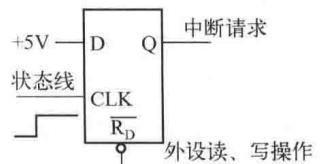

图 9-4 中断请求信号产生电路
中断请求触发器的作用就是产生中断请求信号给 CPU。从本质上讲,它是把外设的状态信号保存在一个触发器中作为中断信号。中断请求触发器有两个特点:① 它的输出可以作为中断请求信号,在满足一定条件的情况下把信号发送给 CPU,且在 CPU 未响应中断时一直保持下去;② 当 CPU 满足一定条件下响应该中断请求信号,执行相关的操作后,该中断请求信号可以被撤销。图 9-4 就是一个简单的中断请求信号产生电路。当状态线高电平有效时,D 触发器输出为 1,向 CPU 请求中断,当 CPU 在中断程序中执行对外设读、写操作时,清除这个中断信号。有时产生状态信号的触发器就直接作为中断请求触发器。